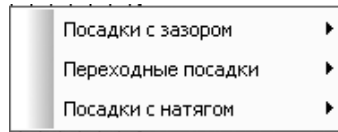

Рис. 6.7. Всплывающее меню после щелчка в предыдущем всплывающем меню по пункту **Посадки в системе отверстия**
- щелкните в всплывающем меню по пункту **Посадки в системе отверстия**. Появится второе всплывающее меню (рис. 6.7);